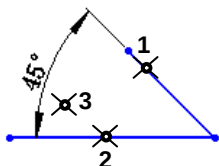
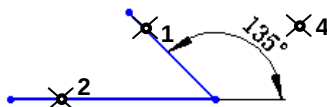

图 2.9.9 两条直线间角度的标注——锐角
图 2.9.10 两条直线间角度的标注——钝角
Step3. 分别在两条直线上选择位置 1 和位置 2；单击位置 3 放置尺寸（锐角，如图 2.9.9 所示），或单击位置 4 放置尺寸（钝角，如图 2.9.10 所示）。